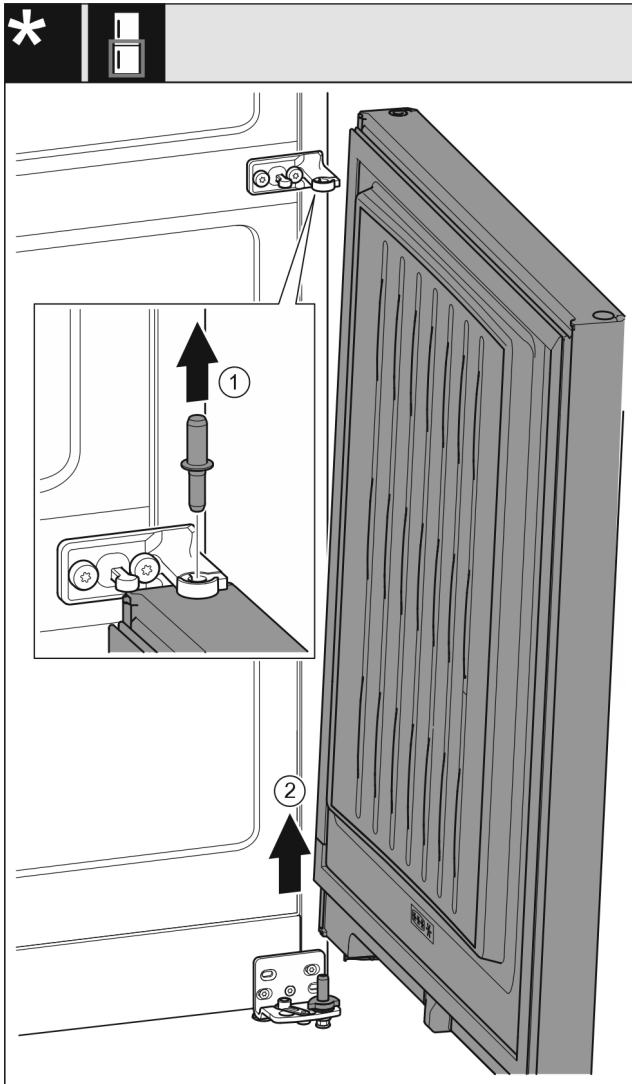

Fig. 8
- ▶ Извлеките пальцы движением вверх. Fig. 8 (1)
- ▶ Отведите дверь, потяните вверх и отставьте в сторону. Fig. 8 (2)